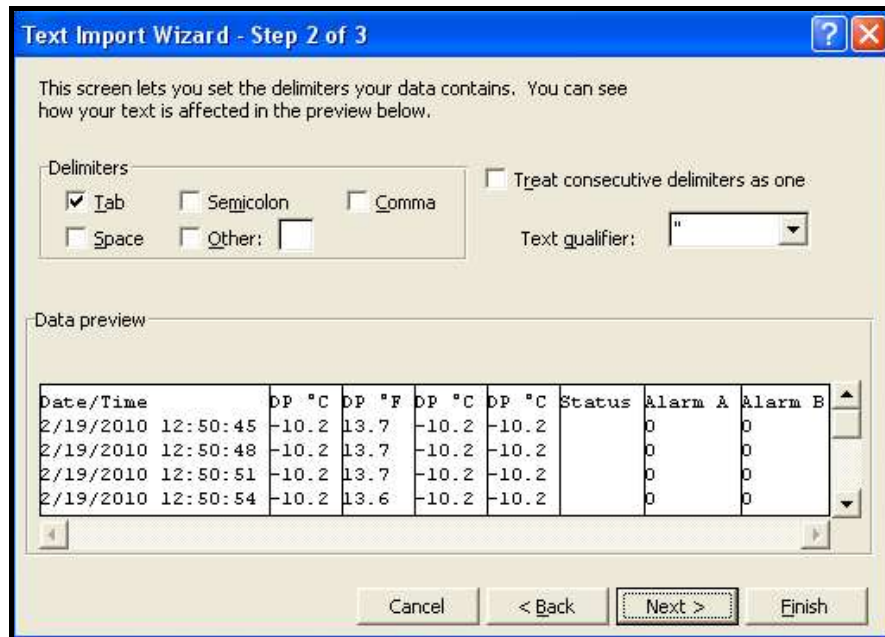

Figura 63: Assistente de importação do Excel 2
- Siga as instruções na tela, faça alterações se necessário e clique em Avançar >. A seguinte tela aparecerá (veja Figura 63 na página 81).